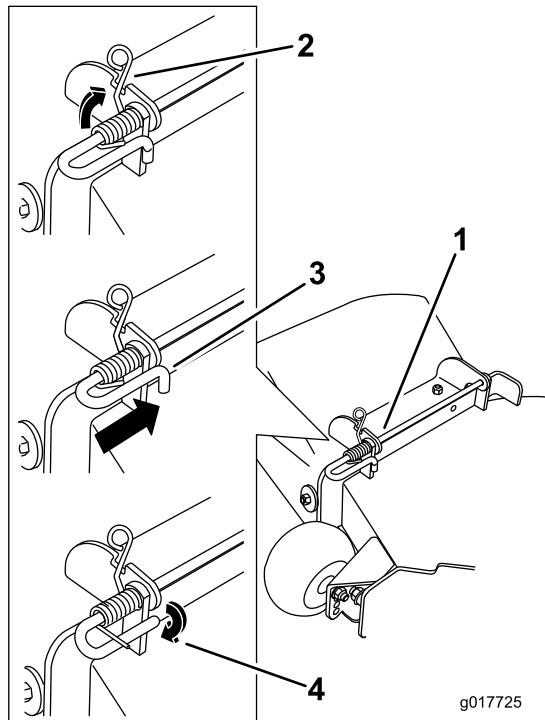

Figura 77
4. Levante el extremo del muelle que tiene bucle y colóquelo en la muesca del soporte del deflector (Figura 77).
5. Fije el conjunto de varilla y muelle torciéndolo de manera que el extremo corto de la varilla pueda colocarse detrás del soporte delantero que está soldado a la carcasa (Figura 77).